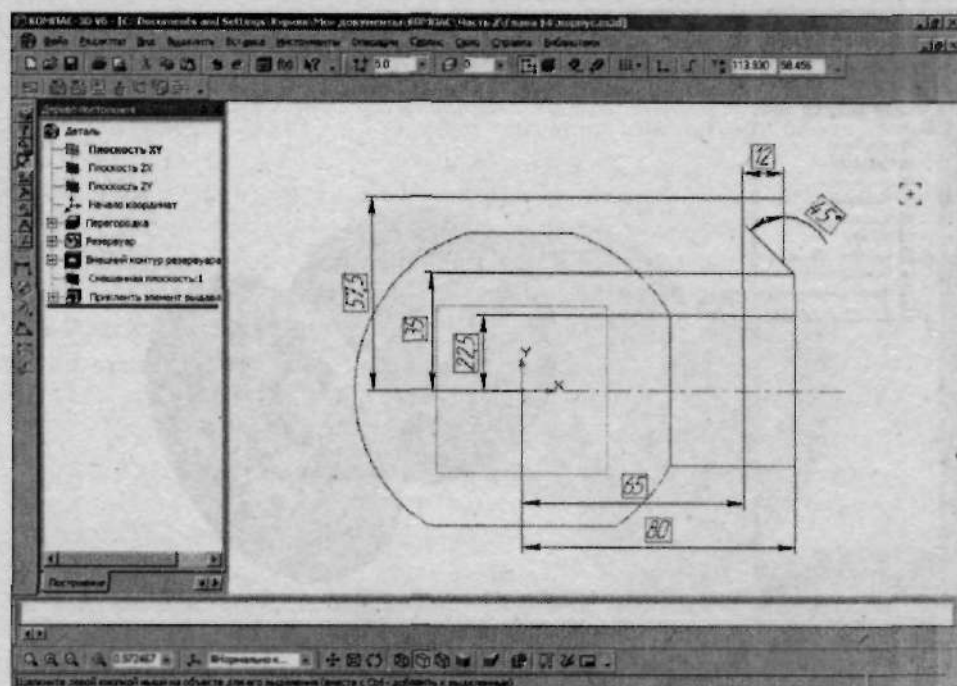

Рис. 2.134. Эскиз для создания фланца патрубка
15. Создайте эскиз, изображенный на рис. 2.134.